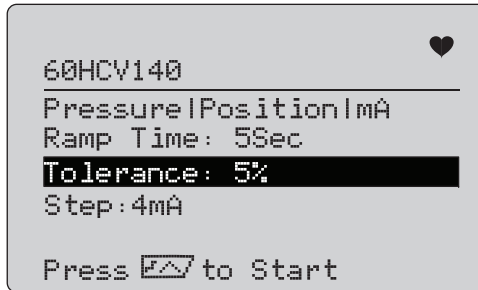

Figura 52. Configuración de la prueba de firma
1. Vaya a **Signature Test Menu** (Menú de prueba de firma). Consulte la figura 52.